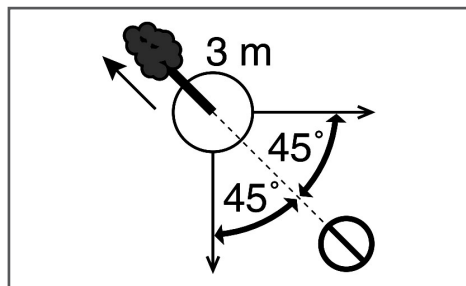

Рис.13 Расчет пути отхода при валке дерева
3. Когда дерево начнет падать, путь отхода должен быть направлен по диагонали в сторону, противоположную направлению падения, под углом 45 градусов. Вы должны отойти минимум на 3 метра от ствола, на тот случай, если во время падения комель дерева отскочит в сторону (Рис. 13).